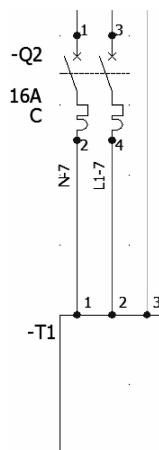

图 2-10 移动 T1
**步骤4 设置符号属性** 把【源】改为【T】后单击【确定】。单击黑盒符号，移动标注-T1 到左上方，如图 2-10 所示。